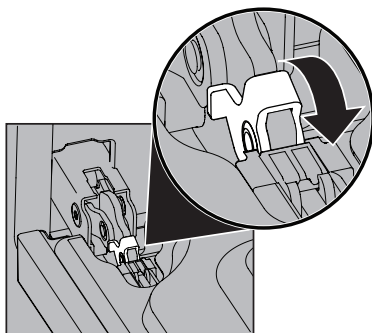
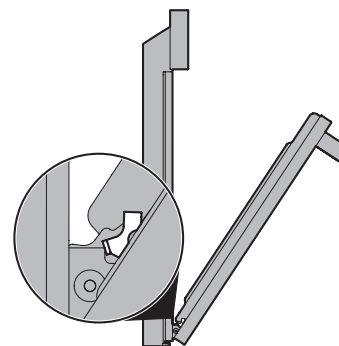

Figure 27: Serrure de charnière de porte
Figure 28: Position de retrait
2. Tirez vers l'avant le verrou situé sur chaque support de charnière du four jusqu'à ce que le verrou s'arrête. Vous devrez peut-être appliquer une petite pression vers le haut sur le verrou pour le tirer vers le haut (Figure 27 et Figure 28).
2. Tenez la porte du four au même angle que pour le retrait. Insérez avec précaution les leviers de charnière dans le cadre du four jusqu'à ce que vous sentiez que les leviers de charnière sont logés dans les encoches de charnière. Les bras de charnière doivent être entièrement insérés dans les encoches de charnière avant que la porte du four ne puisse être complètement ouverte. (Figure 28).
4. Poussez les verrous des charnières de droite et de gauche vers le haut et dans le cadre du four jusqu'à ce qu'ils soient en position verrouillée (Figure 27).